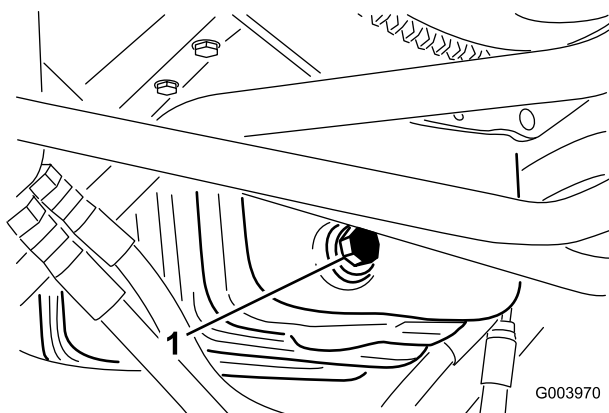

Figura 57
1. Retire o tampão de escoamento (Figura 57) e deixe o óleo escorrer para um recipiente adequado.